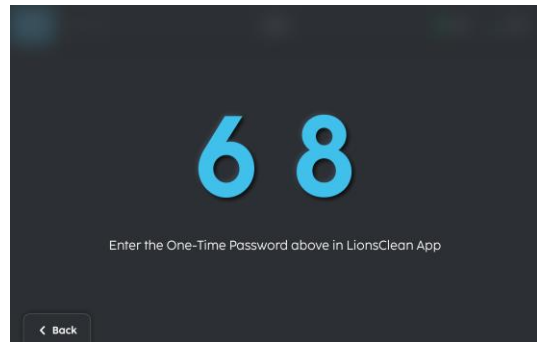

FIGURE 3-20
2. Scannez le code QR sur l'écran LCD à travers l'application (Fig. 3-20).